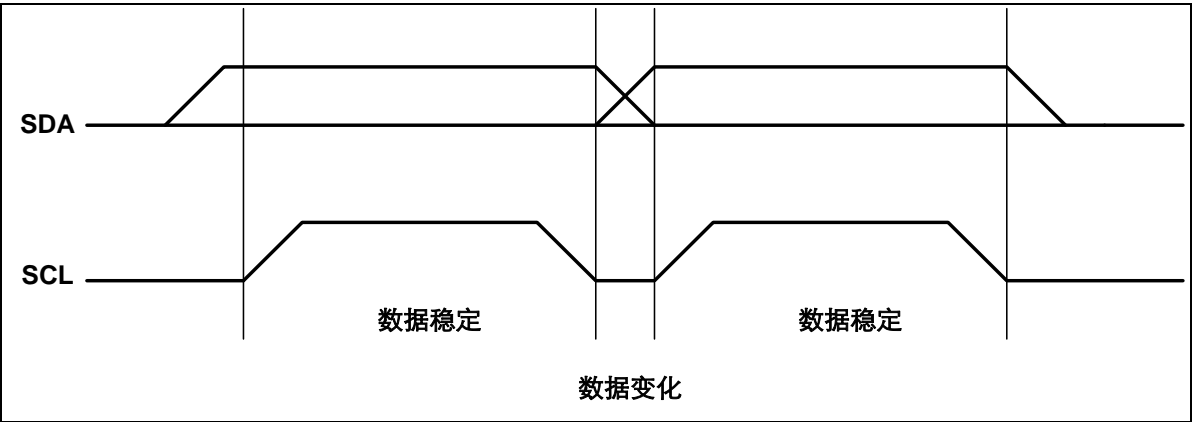

图 12-2 数据有效时序
**时钟有效时序：**SDA 引脚通常被外围器件拉高。SDA 引脚的数据应在 SCL 为低时变化（参见图 12-2）；当数据在 SCL 为高时变化，将视为下文所述的一个起始或停止命令。